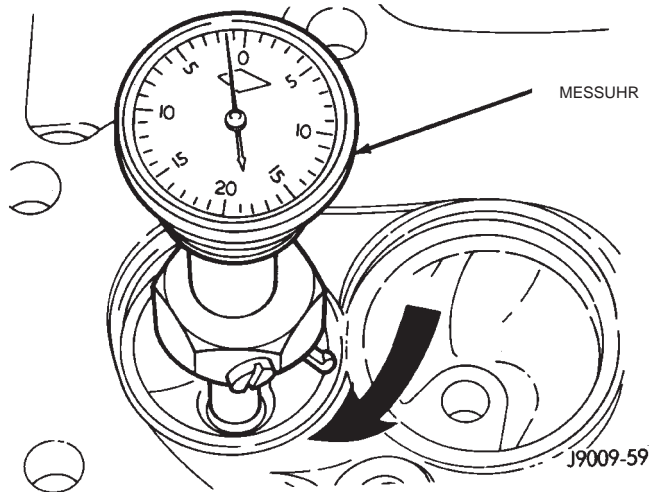

Abb. 68 Messen der Unrundheit/Ventilsitz
(1) Führung der erforderlichen Größe in die Bohrung der Ventilführung einsetzen. Ventilsitz mit einem geeigneten Werkzeug auf den vorgeschriebenen Winkel nacharbeiten. Nur so viel Material abtragen, wie zum Herstellen einer glatten Oberfläche erforderlich ist.
(2) Ggf. kegelförmigen Schleifkörper verwenden, um die vorgeschriebene Ventilsitzbreite zu erhalten.
(3) Ventilsitz auf Unrundheit prüfen. Die Unrundheit darf maximal 0,0635 mm (0,0025 Zoll) betragen (Abb. 68).